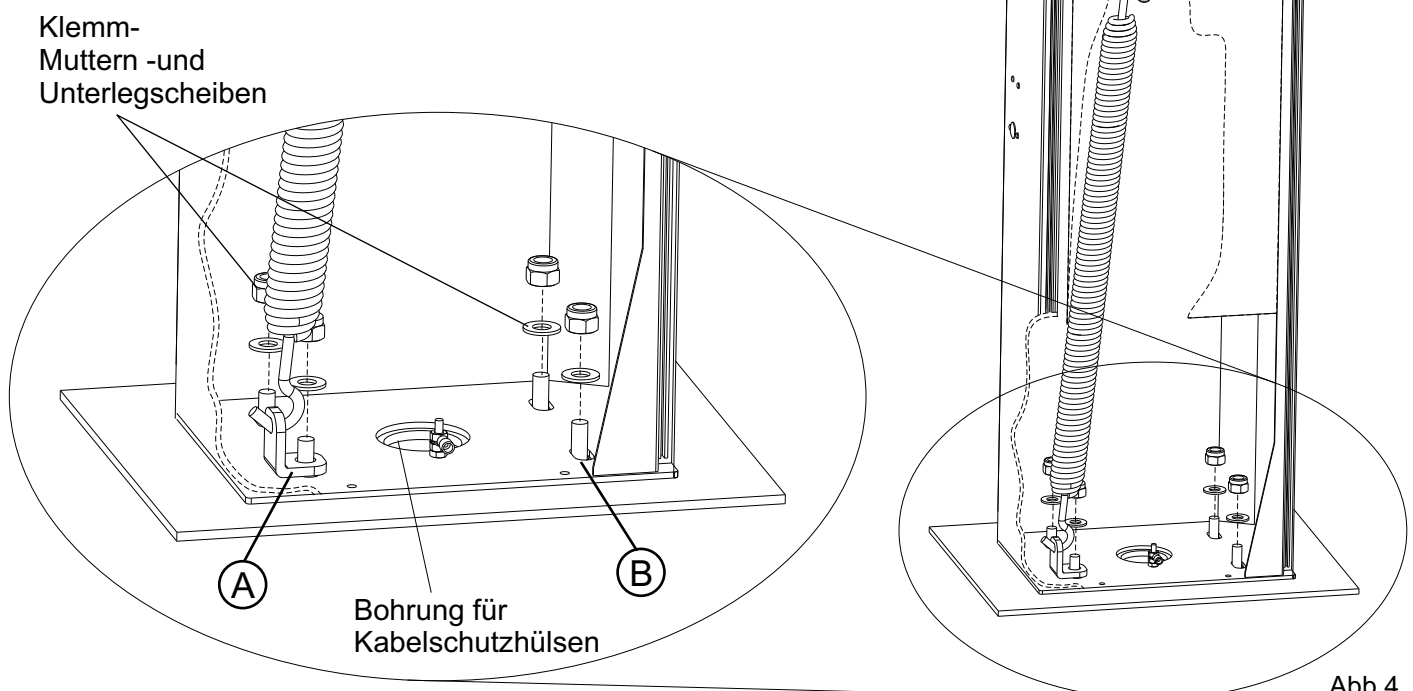

Abb.4
- Den Bügel für die Federaufhängung einführen: **A** bei linker Montage, **B** bei rechter Montage; der Bügel muss immer nach Innen, wie in Abb. 4, positioniert werden.